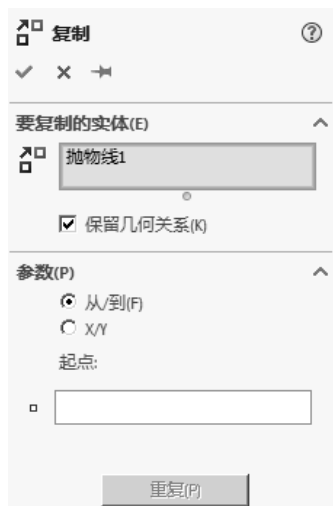

图 4.7.24 “复制”对话框
Step2. 选择下拉菜单 **工具(T)** → **草图工具(I)** →  **复制(C)...** 命令 (或在“草图”工具栏中单击  按钮)，系统弹出如图 4.7.24 所示的“复制”对话框。